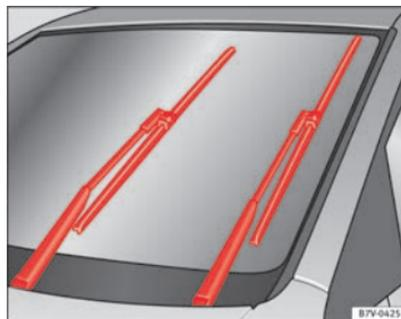

Fig. 129 Essuie-glace en position d'entretien
- Connectez puis coupez le contact d'allumage puis (après environ 9 secondes), déplacez le levier des essuie-glaces sur la position balayage bref. Les balais se déplacent à la position de maintenance ⇒ fig. 129.